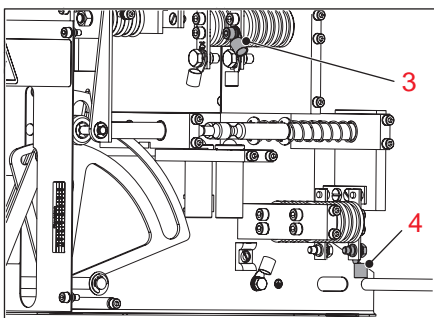

Bild 19
4. Mit Hilfe des Durchgangsprüfers den Durchgang zwischen Hauptkontakt WA (3) und dem linken Kontakt K1/14 (4) an der Geräterückseite prüfen, siehe **Bild 19**.